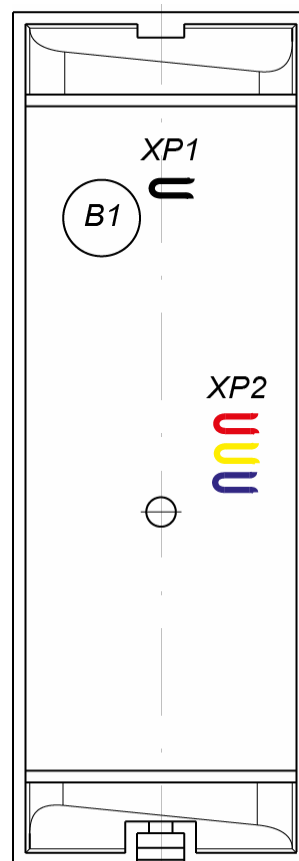

Рисунок 2. Расположение перемычек «номер считывателя» (XP2), перемычки «отключение концевого резистора» (XP1) и пьезоэлемента (B1)
Кроме того, на тыльной стороне считывателя расположены четыре перемычки проводом (см. рис. 2):
4. При помощи трех перемычек **XP2** (см. рис. 2) установите номер считывателя, для чего в соответствии с табл. 2 необходимые перемычки перекусите кусачками. Разрезанные перемычки не должны контактировать с другими перемычками и с металлическим основанием.
5. С целью предотвращения искажений сигнала на концах линии связи **RS-485** должны быть установлены концевые резисторы. В считывателе **PERCo-MR07.1** такой резистор предусмотрен конструктивно. Если устанавливаемый считыватель не является конечным устройством на линии связи, то на нем необходимо отключить концевой резистор, для чего перекусите перемычку **XP1** (см. рис. 2). Проверьте наличие концевых резисторов на реальных концах линии связи интерфейса **RS-485**.